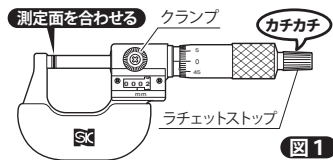

図1
- With Spindle Clamp loose, turn until measuring surfaces touch. Turn until Ratchet Stop clicks 1-3 times. (Fig.1)
①アンビル・スピンドルの測定面を脱脂し、ガラスペーパーなどで拭き取って異物が付着していない状態にしてください。
②クランプを回してゆるめ、ラチェットストップを持ってシンプルを回し、測定面を合わせます。測定面が合ってから、ラチェットが『カチカチ』と1~3回鳴ったところで停止してください。(図1)